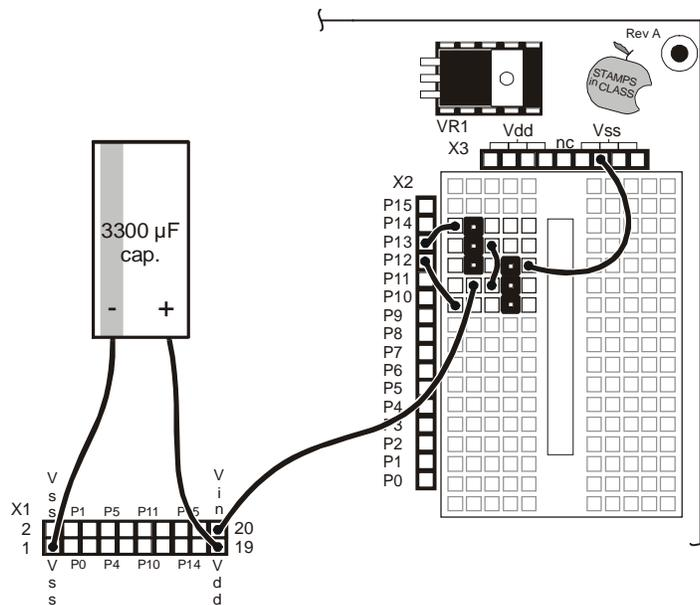

Figura D.2: Conexión del puerto para servos.
Los puertos para servos que construiremos reemplazarán a los Puertos 12 y 13 de la Plaqueta de Educación Rev B. Una vez que arme y pruebe los puertos, podrá dejarlos conectados para todas las actividades desde el Capítulo 1, Actividad 6 hasta el fin del libro (Capítulo 6, Actividad 3). Teniendo esto en cuenta, deje armados los puertos de su BOE Rev A entre las distintas prácticas. Cualquier actividad que muestre un esquema con servos conectados a los pines de E/S P12/P13 funcionará bien con el diseño de puertos de la Figura D.2. Cada vez que una imagen muestre los servos de la BOE Rev B conectados a los Puertos 12 y 13, la Figura D.2 será el sustituto para el conexionado de la BOE Rev A.
Luego conecte los puertos a la Plaqueta de Educación, como se muestra en la Figura D.2.
- ❑ Inserte los conectores de tres pines en la protoboard y use cables de interconexión para conectar Vin, Vss, P12 y P13 a la protoboard EXACTAMENTE COMO SE MUESTRA en la Figura D.2.